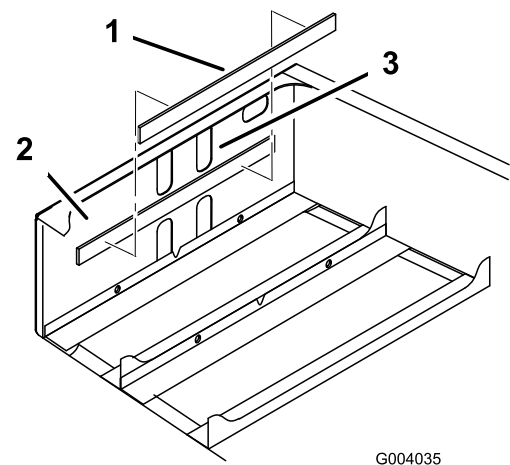

Figure 5
- Retirez la bande adhésive au dos de la cale et placez la cale sur la face intérieure avant du cadre arrière (Figure 5).
Remarque: La cale doit se trouver à environ 6 mm en dessous du bord inférieur des découpes supérieures (Figure 5).